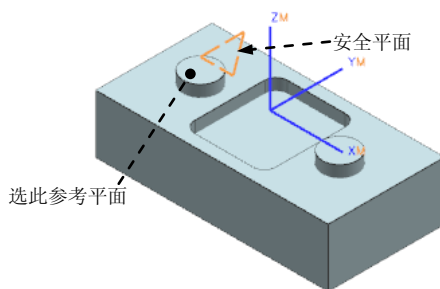

图 3.4.3 创建安全平面
Step2. 选取图 3.4.3 所示的平面，在 **偏置** 文本框中输入值 10.0，单击 **确定** 按钮，系统返回到“Mill Orient”对话框，完成安全平面的创建。